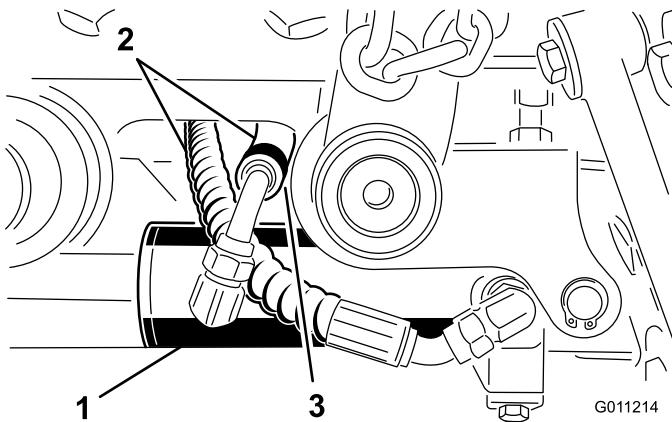

Figura 13
Nota: Con los brazos de elevación totalmente elevados, los manguitos deben quedar en la posición mostrada en Figura 13 y estar separados 0,04-0,12 pulgadas (1 a 3 mm) del brazo de elevación.
6. Sujete el extremo derecho del cilindro de elevación al brazo de elevación derecho con un pasador y 2 espaciadores (Figura 13). Sujételo con un anillo de retención.